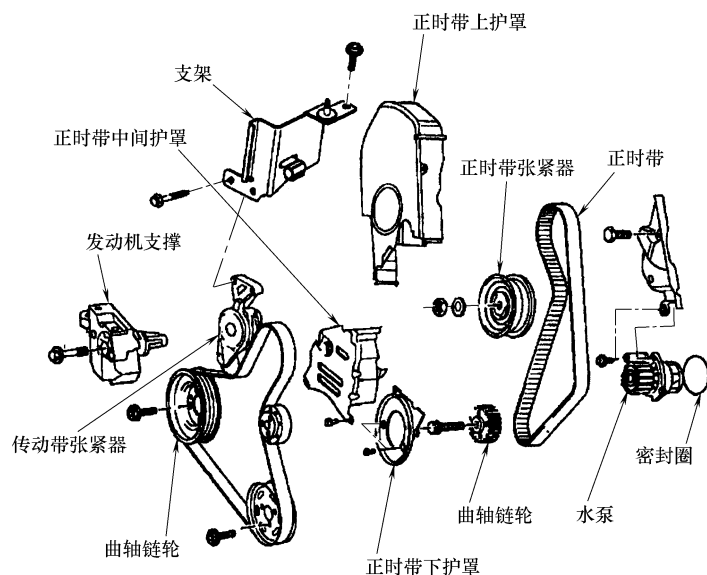

图 2-12 正时带部件
2) 拆卸传动带张紧器总成，正时带部件如图 2-12 所示。